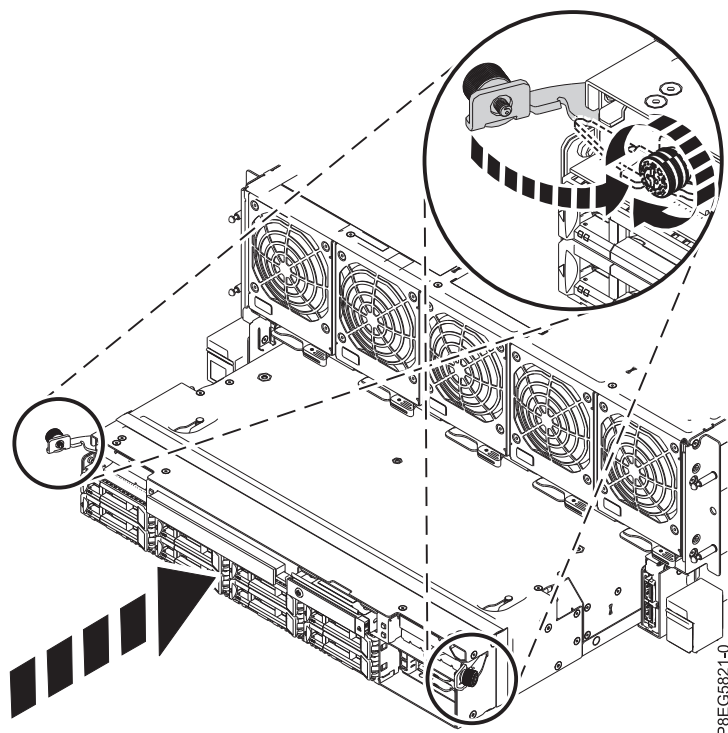

Figura 13. Substituindo o painel traseiro da unidade de disco na frente do chassi do sistema
3. Pressione as travas e aperte os parafusos de aperto manual, conforme mostrado em Figura 13 na página 13.